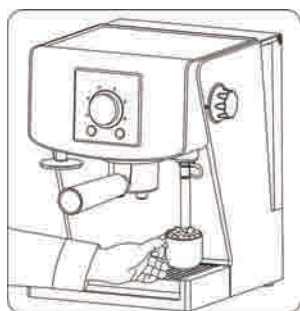

Рис. 8
- 10.6. След това поместете жигльора на пара (10) в канчето с мляко така (Рис. 8), че жигльорът да се намира около 1/2 см под повърхност на млякото и активирайте изпускане на пара с повторно въртене на